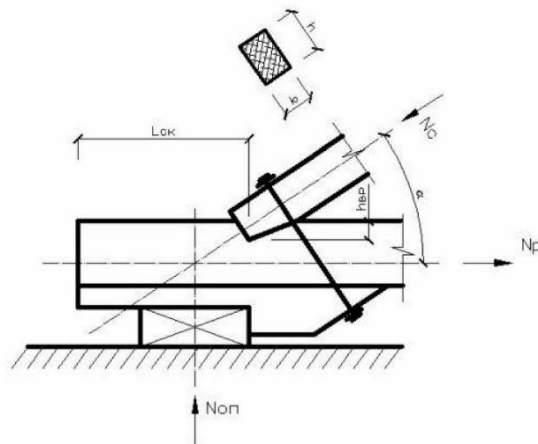

Рисунок 5. Лобовая врубка
4.3 Проверить прочность лобовой врубки с одним зубом опорного узла фермы. Стержни верхнего и нижнего пояса имеют сечения $b \times h$ и в них действуют усилия сжатия N_c . Сжатый стержень наклонен под углом α к растянутому. Глубина врубки $h_{вр}$. Расстояние от нижней точки врубки до конца пояса $L_{ск}$ (рисунок 5).